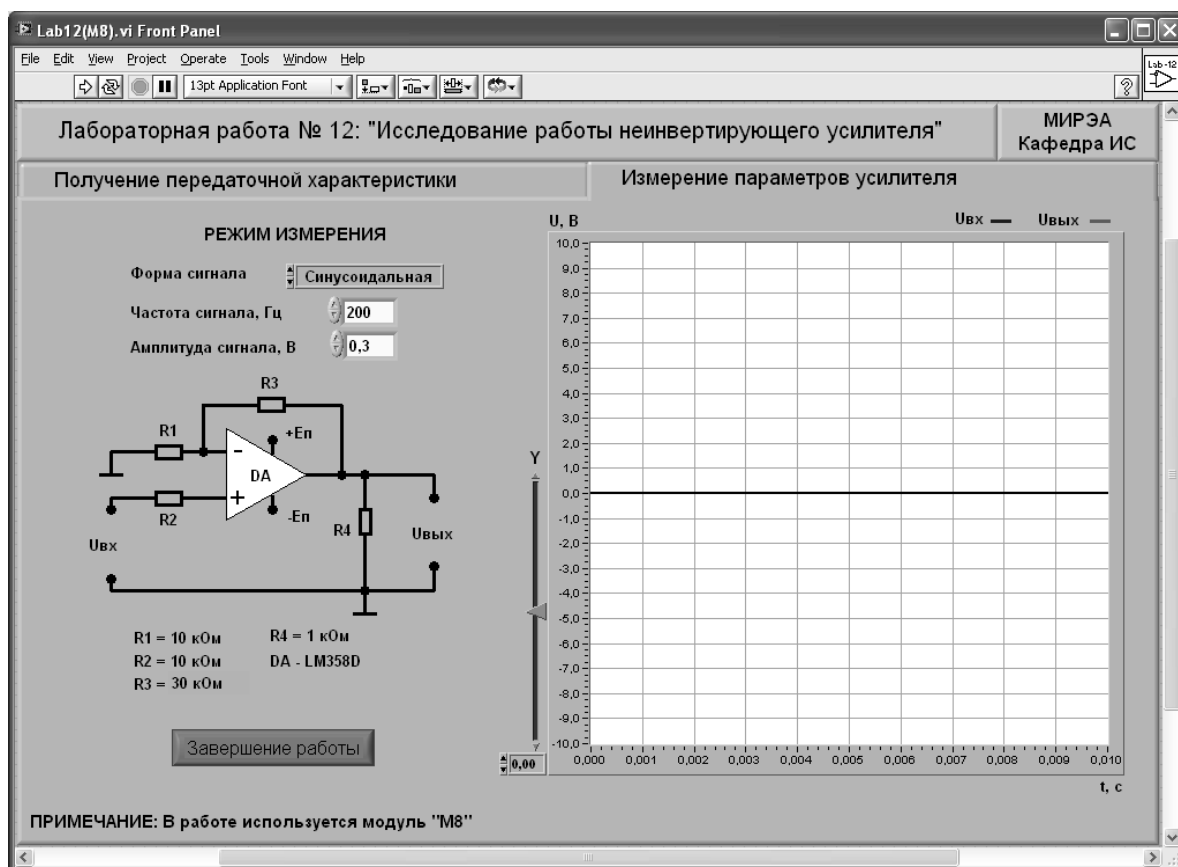

Рис. 10. Лицевая панель ВП при выполнении пункта 4. 2.2
4.2.2.2. На лицевой панели ВП нажмите мышью на закладку с надписью «Измерение параметров усилителя». На экране появится изображение ВП, приведенное на рис. 10.